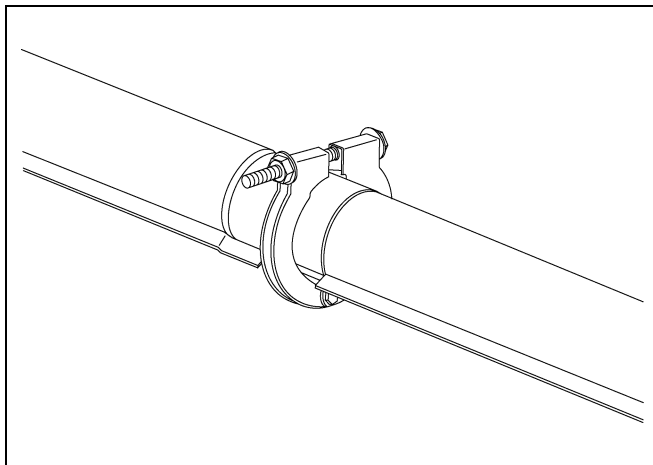

Рисунок 4L
3. Начните сборку со стороны воронки кормораздаточной линии и соедините все трубы шнека вместе. Используйте хомут трубы в форме наручника для каждого соединения, как показано на Рисунок 4L и установите изолятор в сборе на воронку с интервалом в 20 футов (6,1 м), как показано на Рисунок 4М. Для секций труб, длина которых не составляет 10 футов (3,0 м), устанавливайте изоляторы через каждое соединение.